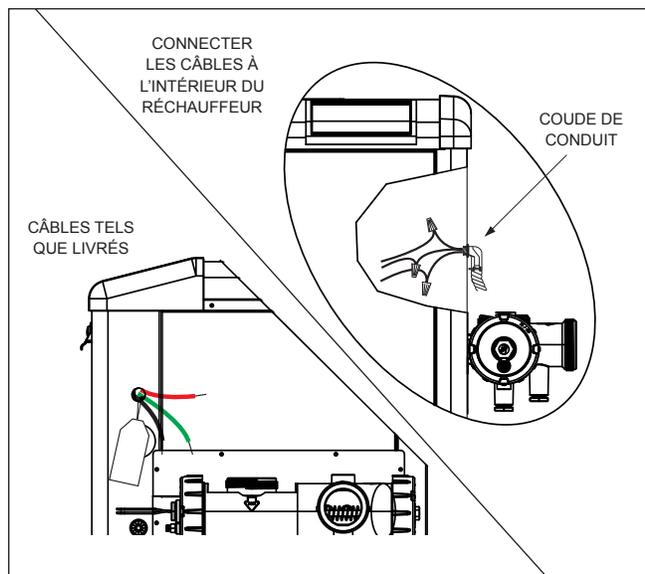

Figure 21. Connexions de câblage sur les lieux
2. Connecter les câbles de la source d'alimentation aux conducteurs situés sur le côté droit du réchauffeur, dans l'espace derrière le chemin de câbles. Voir figure 21.